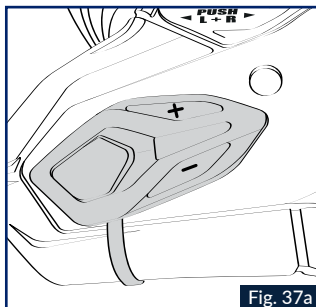
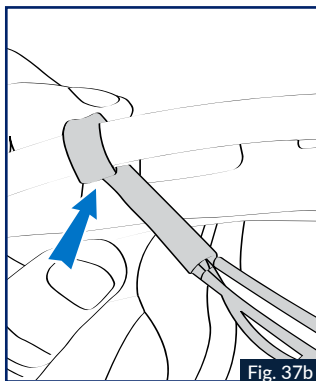

Fig. 37a
Fig. 37b
8. Kleben Sie das Hauptbedienfeld mithilfe des doppelseitigen Klebebands am Bedienfeld an die dafür vorgesehene Stelle (Abb. 37a). Führen Sie das Flachbandkabel zwischen die Kalotte und das Styroporwangenpolster links neben dem Clip-Liner (rotes Teil) ein (siehe Abb. 37b).